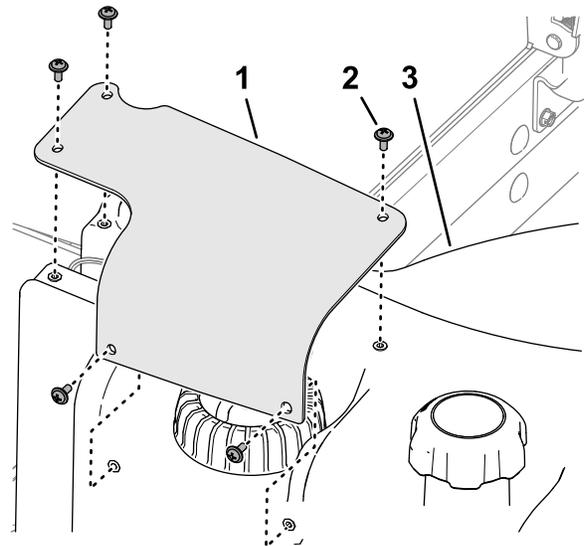

Figura 87
2. Rimuovete le 5 viti Phillips che fissano il coperchio del trasmettore di livello carburante al serbatoio del carburante, quindi rimuovete il coperchio (Figura 87).